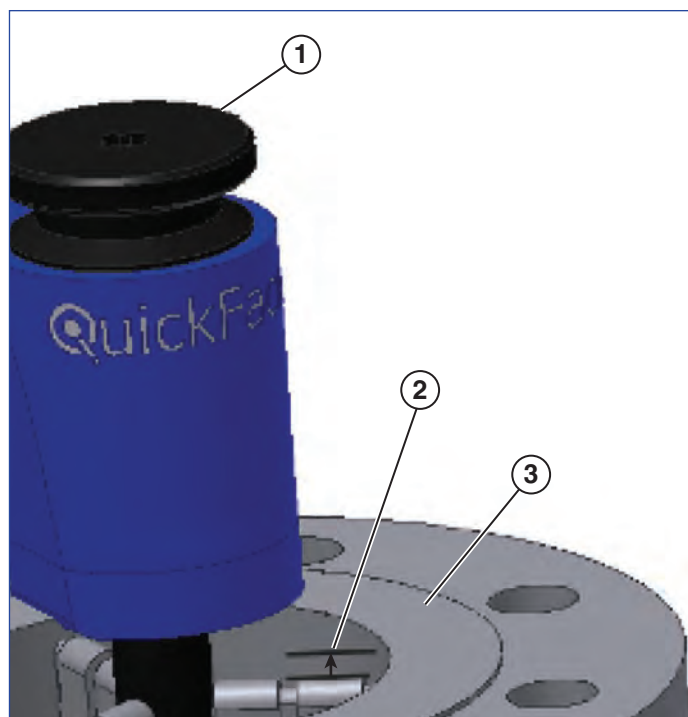

图 10
1. 将 QuickFace 安装到工件中，定位器或定位器延伸部分（如果使用）的顶部低于法兰面约 3.175 mm (1/8")（见图 10）。顺时针转动心轴锁定旋钮，以紧固定位器。在紧固的同时轻轻来回摇动 QuickFace，以确保将其牢牢固定在工件中。如果无法用手用力紧固 QuickFace 心轴，则将棘轮扳手插入心轴锁定旋钮的末端中。不要将心轴锁定旋钮拧得过紧，否则会导致损坏！如果向上提齿轮箱外壳的末端时 QuickFace 没有移动，则证明心轴已足够紧。